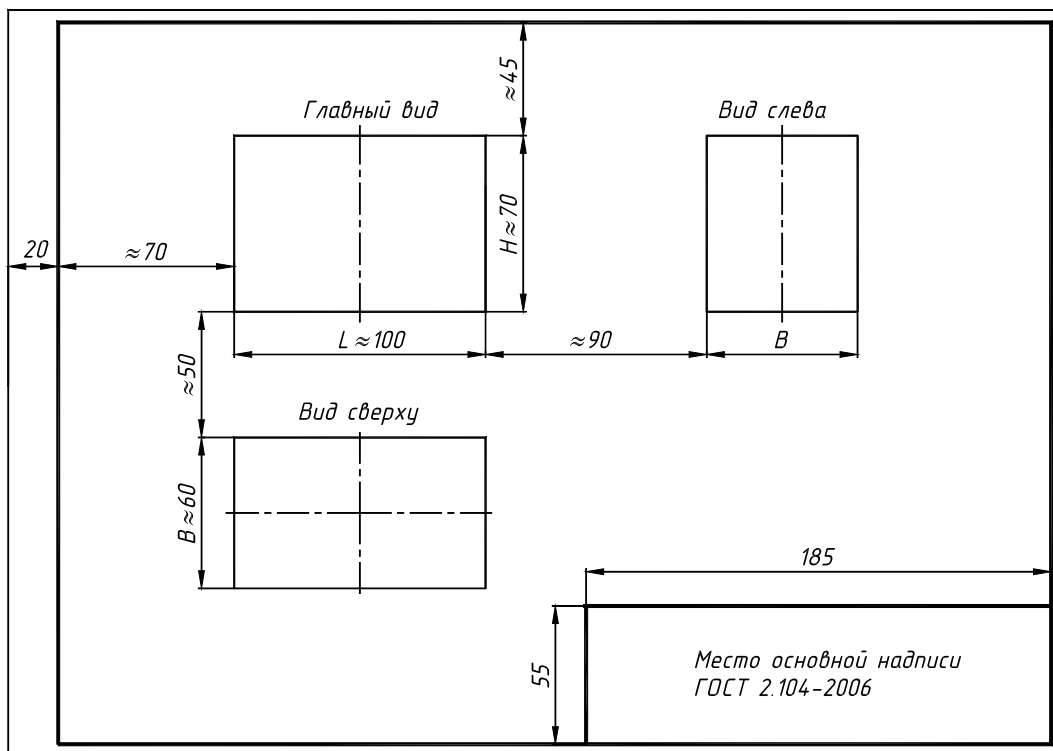

Рис. 77
3. Выделить на листе ватмана соответствующую площадь для каждого из трех видов (вида спереди – главное изображение, вида сверху и вида слева). При этом обратить внимание на то, что изображения детали (виды) должны располагаться на листе равномерно, а не концентрироваться в одном углу. Расстояния между отдельными изображениями и самих изображений от линий рамки должны выбираться такими, чтобы обеспечить условия для нанесения размеров, условных обозначений и надписей (рис. 77). Провести штрихпунктирные линии: оси поверхностей вращения, оси симметрии изображений. Осевые линии должны выходить за контур изображения не далее пяти мм.